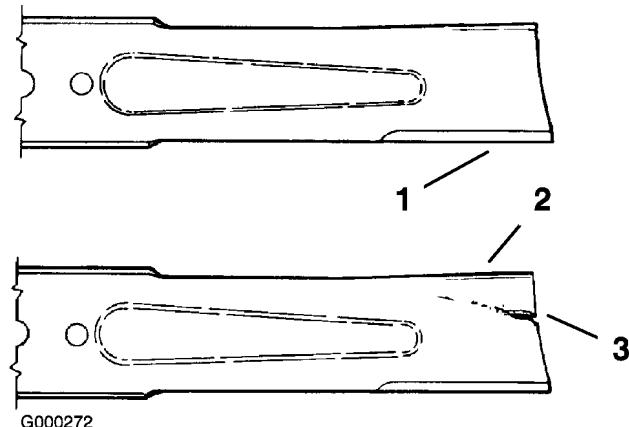

Figure 60
1. Examinez le tranchant des lames (Figure 60). Si les lames ne sont pas tranchantes ou si elles présentent des indentations, déposez-les et aiguisez-les (voir Aiguisage des lames).
2. Inspectez les lames, surtout la partie incurvée (Figure 60). Remplacez immédiatement toute lame endommagée, usée ou qui présente une entaille (Figure 60).